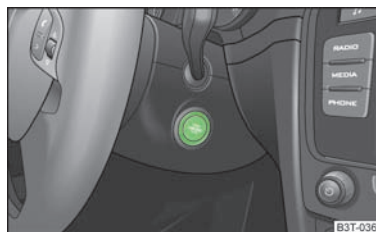

Fig. 114
- Opriți motorul, respectiv decuplați contactul prin apăsarea butonului de pornire » fig. 114.
➤ Apăsați scurt butonul de pornire » fig. 114, se cuplează contactul.
➤ Apăsați scurt butonul de pornire » fig. 114, se decuplează contactul.
➤ Apăsați butonul de pornire » fig. 114 timp de peste 1 secundă dau de două ori în interval de 1 secundă.
➤ Țineți apăsat butonul de pornire » fig. 114 până când pornește motorul.
- Oprțiți motorul apăsând butonul de pornire » fig. 114, simultan se decuplează și contactul.